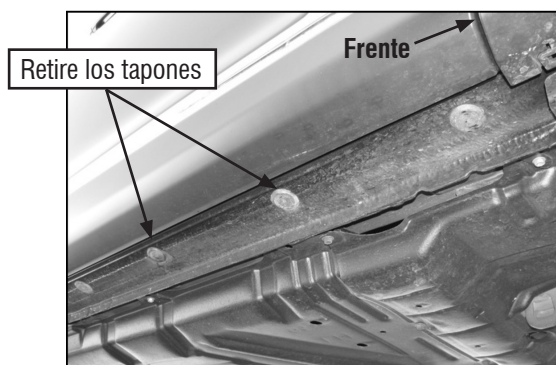
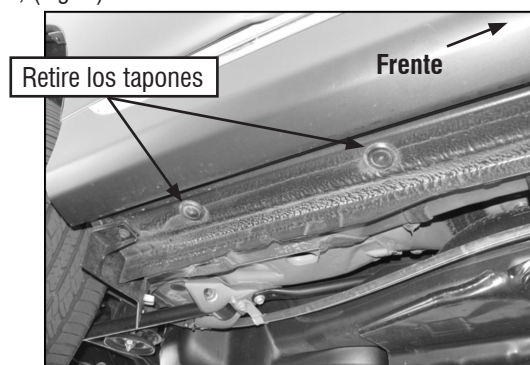

Fig. 1
Fig. 2
Desde el lado delantero del pasajero en el vehículo, ubique y retire el segundo y el tercer tapón de caucho redondo de fábrica en la parte inferior de la chapa de la carrocería ubicada más cerca a la abertura del neumático frontal (Fig. 1). En el lado del pasajero posterior del vehículo, ubique y retire los últimos (2) tapones de caucho en la parte inferior de la chapa de la carrocería ubicada más cerca de la abertura del neumático posterior, (Fig. 2).